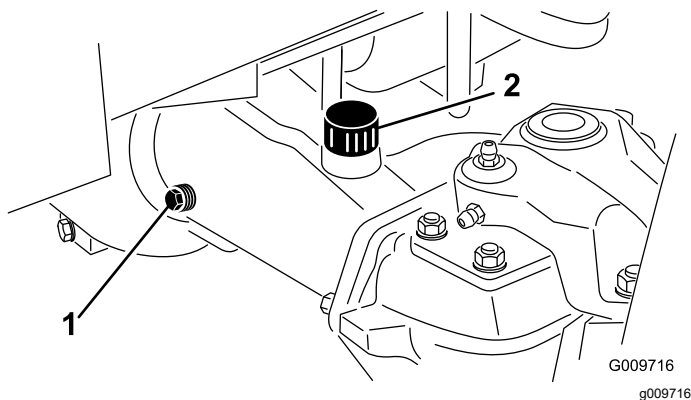

Figura 73
2. Retire un tapón de verificación de un extremo del eje y asegúrese de que el lubricante llega al borde inferior del orificio (Figura 73).